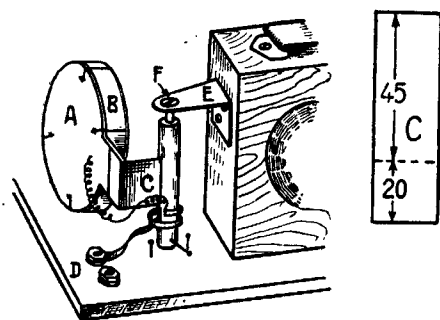

Рис. 7. Укрепление катушки обратной связи.
Катушка обратной связи пришивается нитками в четырех местах к картонному диску (A) диаметром 55 мм с отростком длиной 37 мм, шириной 25 мм (рис. 7). К нему приклеена медная полоска (C), согнутая под прямым углом, другим концом она плотно вставлена на клею в расщеп оси рукоятки обратной связи; расщеп этот следует делать с таким расчетом, чтобы указатель на панели находился против 0° стоградусной вращающейся шкалы, в то время как катушка удалена на максимум (до стенки приемника) от катушки настройки, или против 65°, когда катушки полностью сближены. Упором для обоих крайних положений служат два гвоздика, вбитые под панелью около оси, и третий—воткнутый накрепко в ось; воткнув сначала этот гвоздь, положения остальных двух находят на опыте. Ось держится на другой медной полоске (E), привинченной